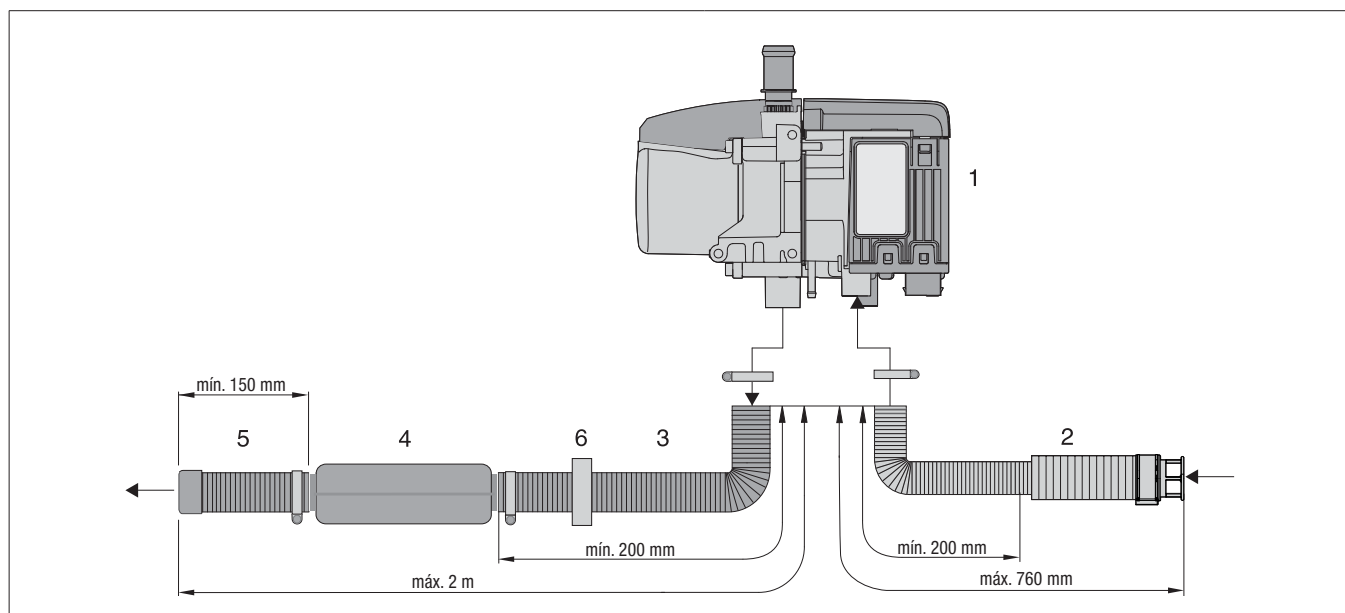

Figura 18
- Colocar el tubo flexible del silenciador de la aspiración de aire de combustión en el empalme del aire de combustión del calentador y fijarlo con una abrazadera de tornillo (par de apriete 3^{+0,5} Nm), véase Figura 18.